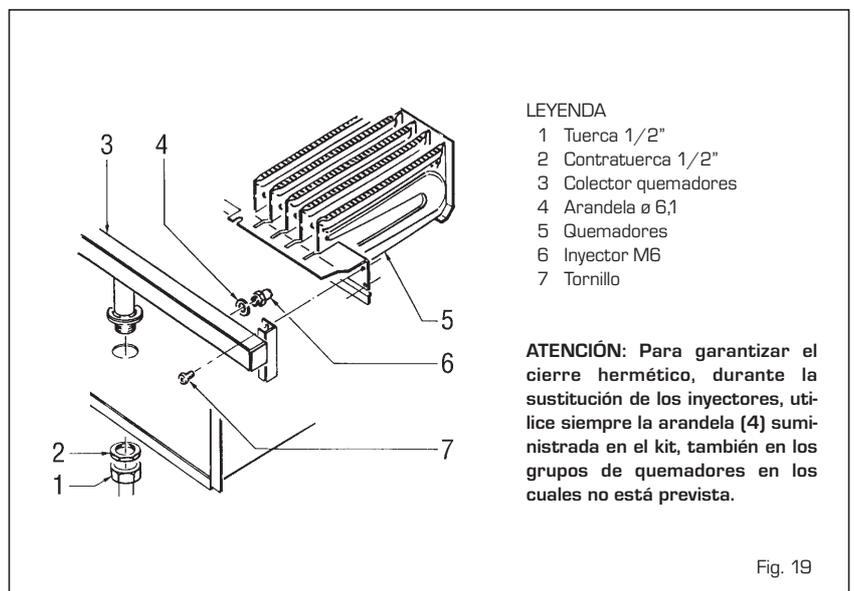

Fig. 19
4.3 TRANSFORMACIÓN GAS (fig. 19)
Para pasar de un gas metano a GPL y viceversa, realice las siguientes operaciones (fig. 19):